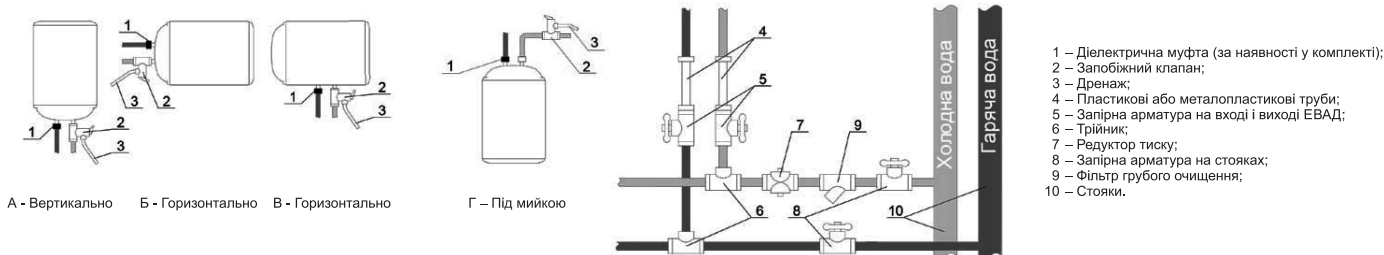

Рисунок 5.
#### Підключення (рисунок 5):
**УВАГА!** Підключення до системи водопостачання ЕВАД моделей PC 10SB, PC 15S, PC 15SB має виконуватися чітко у відповідності зі схемою, наведеною на рисунку 5 схема Г. Запобіжний клапан кріпиться на трубопроводі осторонь від ЕВАД. При встановленні моделей D325-2-BC в горизонтальному положенні патрубок подачі холодної води (помічений синім кільцем) повинен бути розташований знизу, а патрубок гарячої води (помічений червоним кільцем) – зверху (рисунок 5).
Для чого спочатку потрібно перекрити запірну арматуру на вході в ЕВАД (рисунок 5), а також відкрити кран гарячої води у місці споживання.
При тривалій перерві в роботі ЕВАД його необхідно від'єднати від електричної мережі та перекрити вентилі на вході та на виході (рисунок 5).